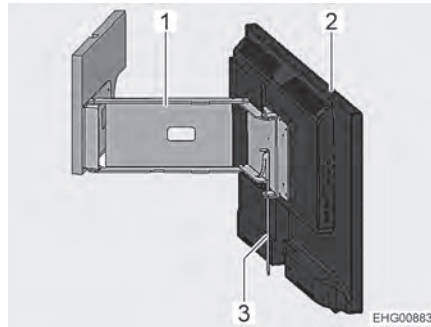

Bild 71 Flachbildschirm am Gelenkarm
- Den Hebel (Bild 71,3) umlegen. Der Gelenkarm (Bild 71,1) ist entriegelt.
- Flachbildschirm (Bild 71,2) in die gewünschte Position schwenken.